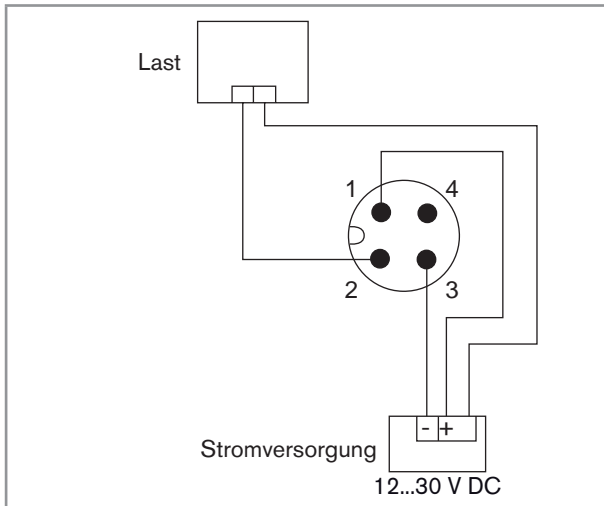
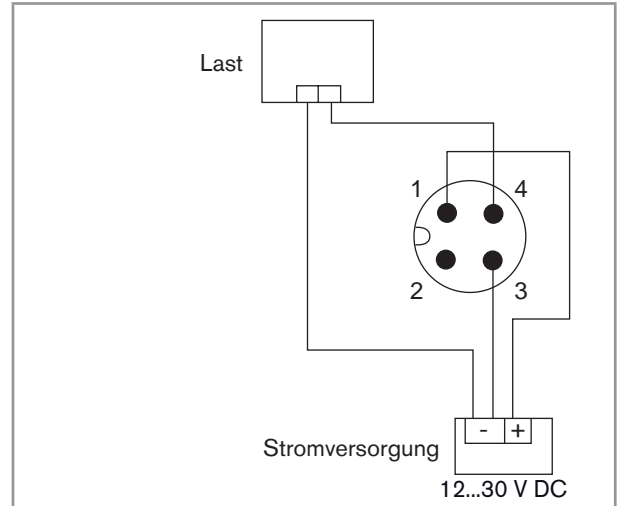

Bild 7: Gerät mit 4-poligem M12-Gerätestecker – NPN-Anschluss des Transistorausgangs
Bild 8: Gerät mit 4-poligem M12-Gerätestecker – PNP-Anschluss des Transistorausgangs
- Den Transistorausgang anschließen. Der Transistorausgang kann auf folgende Arten angeschlossen werden: NPN oder PNP. Siehe Bild 7 oder Bild 8.